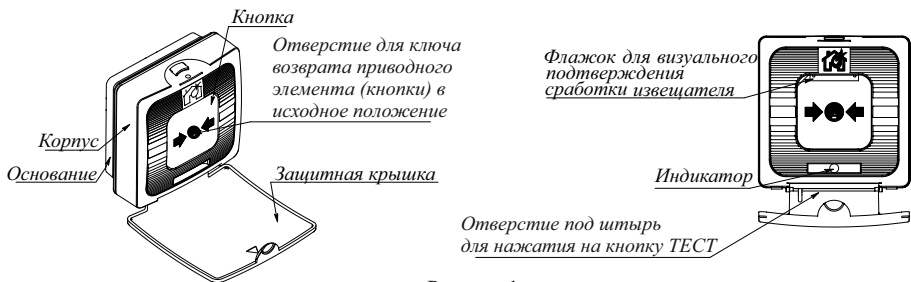

Рисунок 1
2.1 ИПР передает тревожный сигнал «Пожар» по адресной линии связи (далее – АЛС) в прибор при нажатии на приводной элемент (кнопку) с усилием свыше 25 Н. При этом появляется флажок желтого цвета (рисунок 1), что обеспечивает визуальное подтверждение о сработке извещателя. После снятия усилия кнопка извещателя остается в нажатом состоянии. Для возврата кнопки в исходное положение применяется ключ, входящий в комплект поставки.